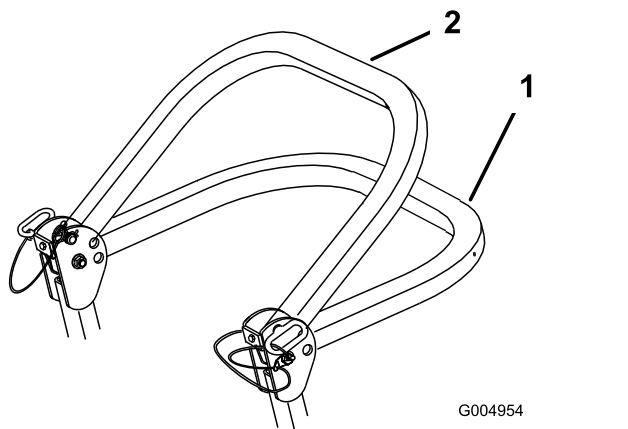

Figure 8
- Remarque:** Il y a 2 positions abaissées; voir Figure 8.